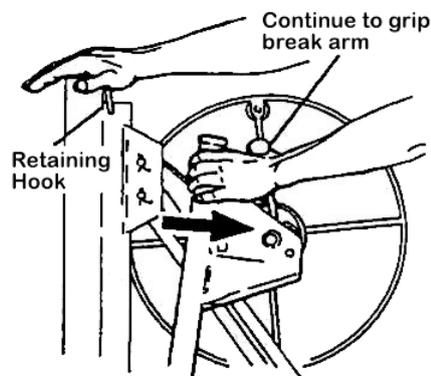

Figure 4
- c. Legen Sie Ihre rechte Hand auf das Oberteil des Stativs. Den Bremshebel so weit betätigen, dass das Kabel nicht rutscht; ziehen Sie die Windenbaugruppe gegen sich. (Figure 4)